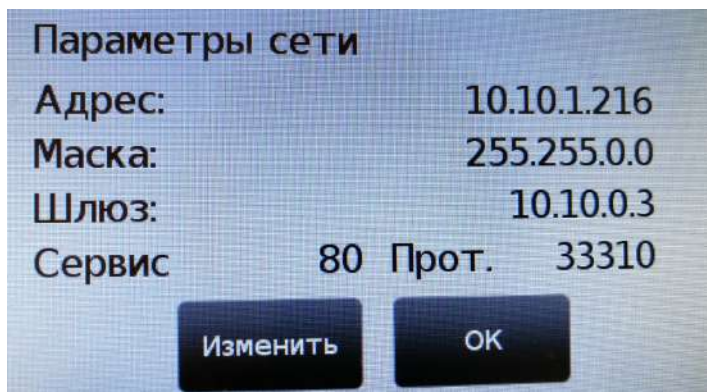

Рис. 8.7.2. Сетевые параметры Преобразователя.
8.7.2. В открывшемся окне будет выведена информация о текущих сетевых параметрах Преобразователя, см. рис. 8.7.2.
8.7.4. Для изменения значения сетевых параметров нажмите на кнопку «**Изменить**», см. рис. 8.7.2, стр. 16.
8.7.5. После контроля/изменения значения параметра «Порт протокола» (см. рис. 8.7.7, стр. 19) нажмите на кнопку «Ввод» и откроется окно информация о текущих сетевых параметрах Преобразователя, см. рис. 8.7.2, стр. 16.